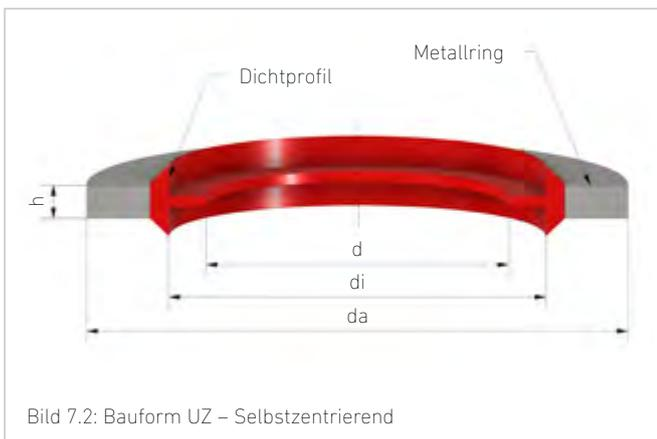

Bild 7.2: Bauform UZ – Selbstzentrierend
- Bauform UZ (Selbstzentrierend) – Bild 7.2